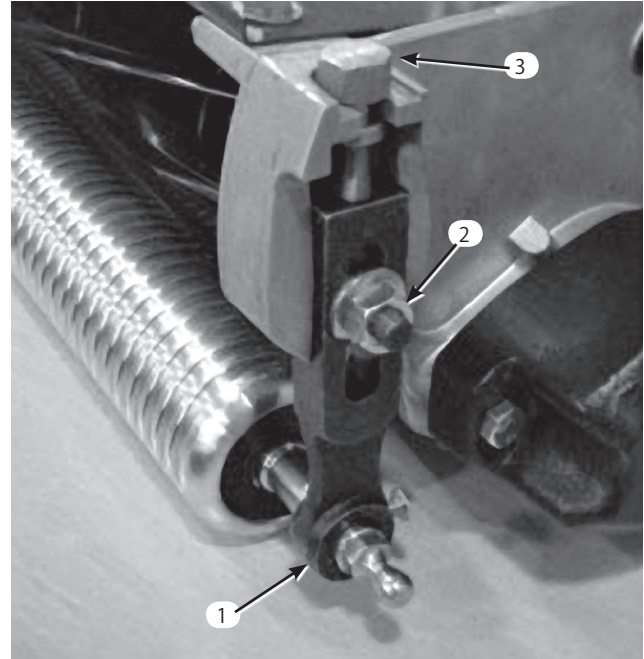

図13
1. 刈り高アームをカuttingユニットのサイドプレートに固定しているロックナットをゆるめる（図13）。